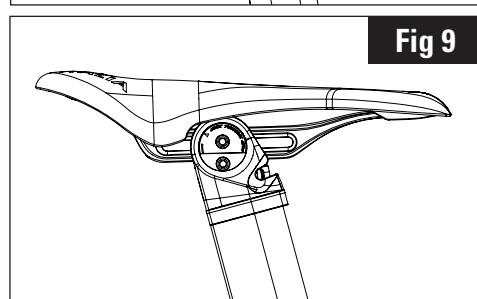

Fig 9
5. Réaliser le réglage de votre selle. Bloquez d'abord le recul de selle avec la vis supérieure, puis l'angle avec la vis inférieure . Serrer ces deux vis au couple de 8Nm. (Fig. 9)